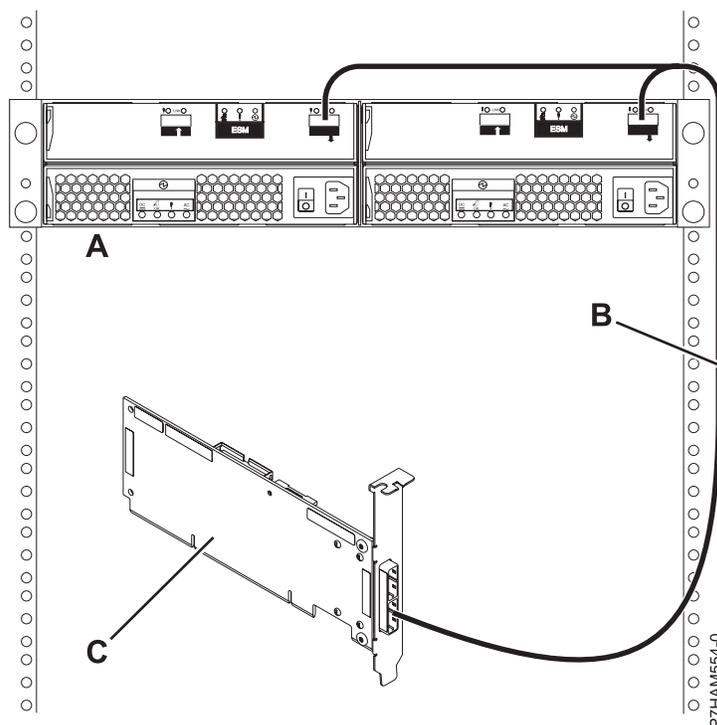

Abbildung 29. Anschließen eines Laufwerkgehäuses 5886 über ein YO-Kabel an einen einzigen SAS-Adapter
5. Verbinden Sie das Plattenlaufwerkgehäuse 5886 (**A**) über ein YO-Kabel (**B**) mit einem einzelnen SAS-Adapter (**C**) wie in Abb. 29 demonstriert.